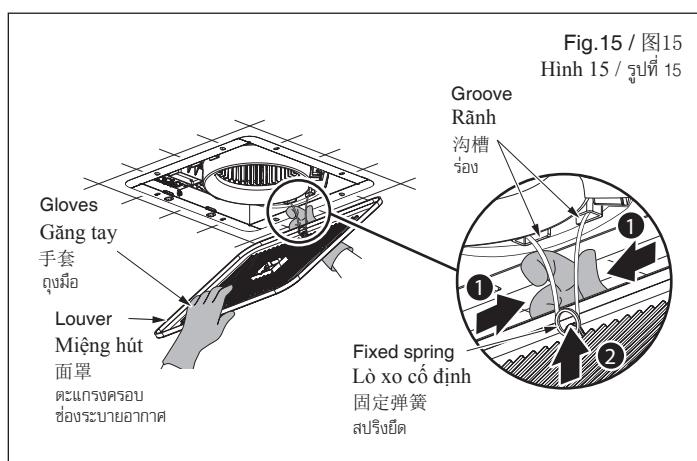

Fig.15 / 图15
③ ต่อสายไฟ → ดูที่หน้า 8
1. การติดตั้งตัวผู้ผลิต วิธีที่ 1 ติดตั้งแข็งกับไม้ ⑤
④ Insert the fixed spring of louver assembly on the motion sensor cord side into the groove. (Fig.15).
④ Chèn lò xo cố định của miếng hút vào phía dây cảm biến chuyển động vào rãnh. (Hình.15)
④ 将面罩组合上的固定弹簧装入沟槽内，进而安装在机体上。
(图15)。